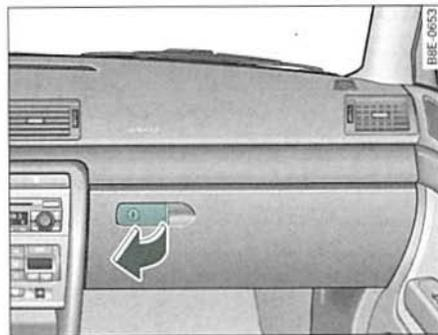

Fig. 117 Guantera
- Tire de la empuñadura de la tapa en la dirección de la flecha ⇒ fig. 117 y abra la tapa hacia abajo.
- Abra la guantera ⇒ *página 114*, fig. 117.